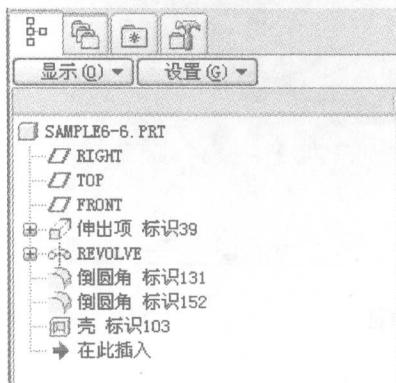

图 1-19 模型树选项
(1) 模型树 它是以层次顺序树的格式列出设计中的每一个对象；在模型树中，每个项目旁边的图标反映了其对象的类型，如零件、组件、特征或基准，如图 1-19 所示。